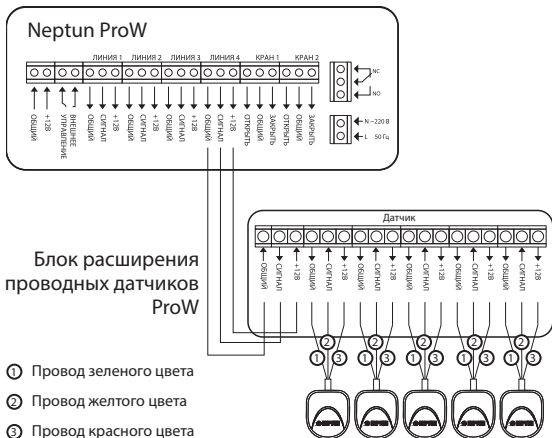

Рис.2 Схема подключения блока расширения к модулю управления Neptun ProW и датчиков к блоку расширения
Блок расширения имеет (см.рис.2):
Схема подключения датчиков к блоку расширения, а так же схема подключения блока расширения к модулю Neptun ProW, приведены на Рис.2
- выполните соединение проводов в соответствии со схемой на рис. 2;